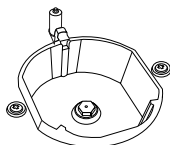
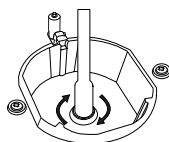

Figure 4
Figure 5
- 2. Veuillez retirer le gicleur (figure 4) du brûleur à l'aide d'un tournevis spécial et installez un nouveau gicleur. (Figure 5)